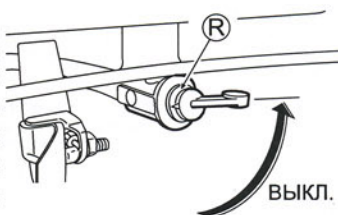

Рис. 9.
- 3 Установите топливный кран (R) в положение "OFF". (См. рис. 9.)